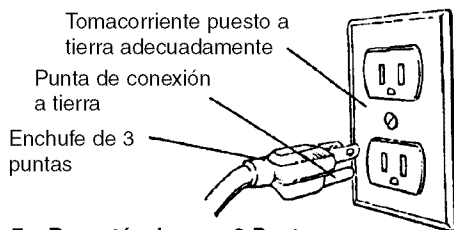

Figura 7 – Receptáculo para 3 Puntas
- Esta herramienta viene equipada con un cable especificado para 150 V y un enchufe de 3 puntas para conexión a tierra (véase la Figura 7) que lo protegen a usted de un electrochoque.
- El enchufe de conexión a tierra deberá conectarse directamente a un zócalo para 3 clavijas instalado y conectado debidamente a tierra, tal como se muestra (véase la Figura 7).